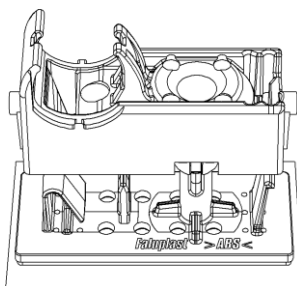

Bild 2. Montera rörklammer-
4. Montera limplattan på klammer, genom att trycka fast den i rörklammerns underdel, så den snäpper fast (på båda sidorna). Faluplast rekommenderar att man monterar limplattan på rörklammerns underdel före montage mot vägg på grund av det är enklare att få dem i lod. Det går att eftermontera klammern om man vill. Se bild 2.